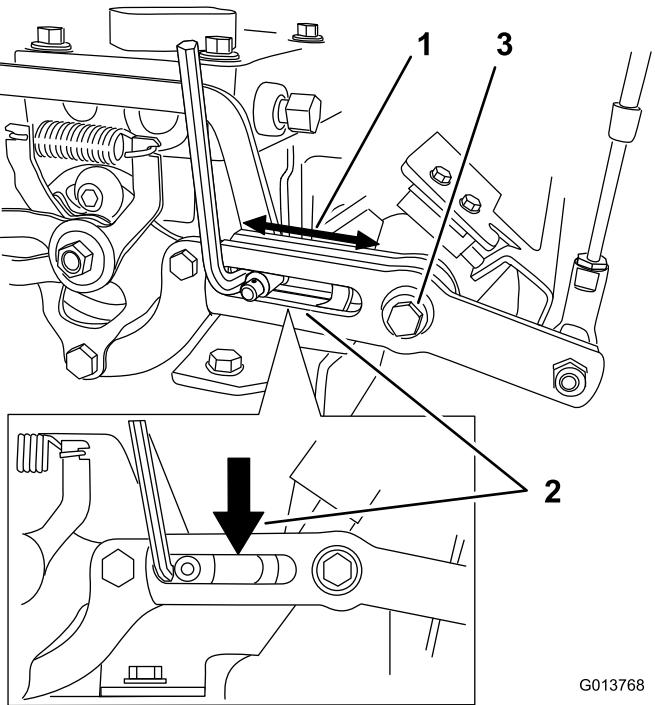

Figure 12
8. Tout en tirant la fourche de commande en arrière (pas trop fort pour ne pas déplacer la timonerie de commande), serrez la vis qui traverse le centre du moyeu à épaulement gauche (Figure 12).